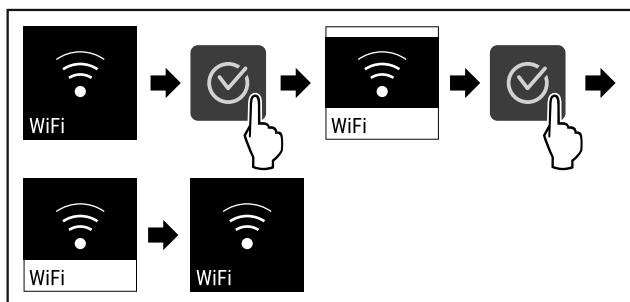

Fig. 76
- Stappen (zie Fig. 76) uitvoeren.